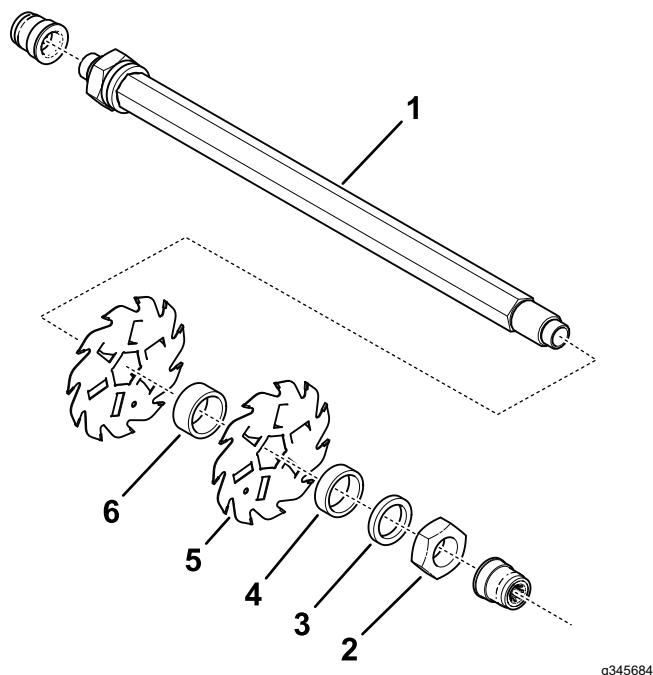
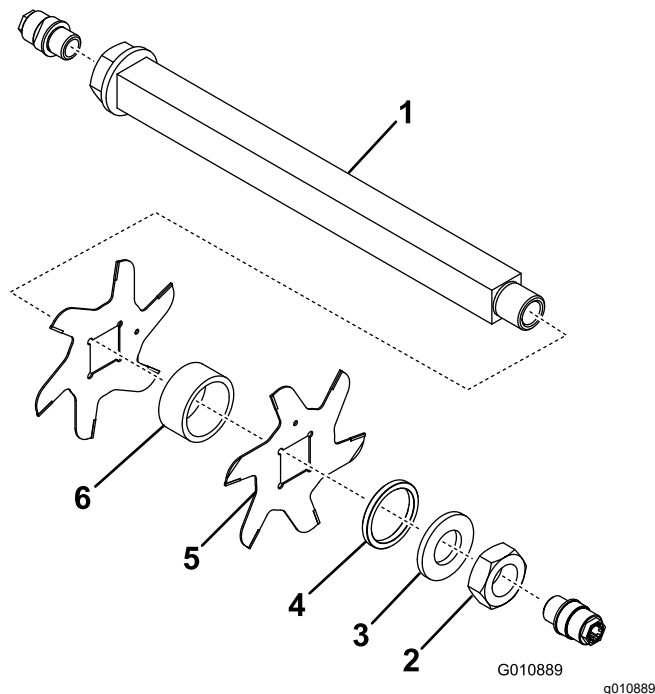

Figure 14
Figure 15
3. Retirez la petite entretoise, la rondelle (modèle 03619 seulement), les lames et les grandes entretoises. Nettoyez et graissez l'arbre hexagonal ou carré avec une fine couche de graisse pour faciliter le montage (Figure 15 ou Figure 14).